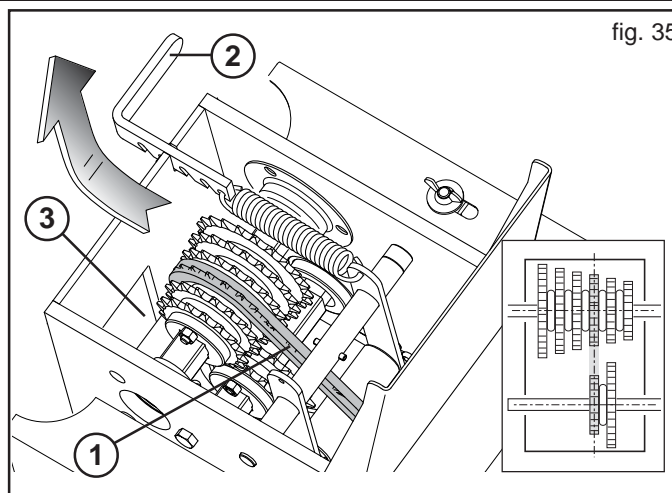

fig. 35
- Para desplazar la cadena, abrir la tapa de la caja del cambio y aflojar la cadena (1, Fig. 35) a través de la palanca (2, Fig. 35).
- Coloque la cadena en los engranajes y alinéelos (Fig. 35).
- Tense de nuevo la cadena con la palanca (2, Fig. 35) y cierre la tapa.
Para un mejor acceso al cambio, es posible aprovechar también la apertura inferior (3, Fig. 35).